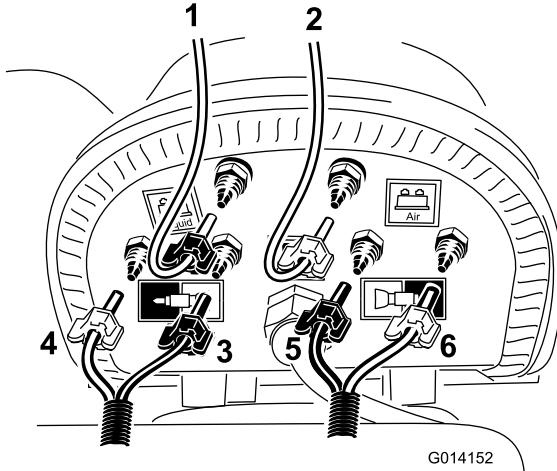

Рисунок 22
**Примечание:** Установите прозрачную трубку на **синий** или «жидкостный» штуцер компрессора, как показано на Рисунок 22. Закрепите обе трубы синими хомутами. Чтобы обеспечить необходимую для бака длину трубок, потребуется срезать еще часть оболочки шланга.
- Найдите короткий, предварительно отрезанный, контурный шланг и установите прозрачную трубку на оставшийся свободный штуцер на черной крылке бака, как показано на Рисунок 22.
- Найдите пенный шланг, проложенный к левой стреле, и подсоедините его синюю и прозрачную трубки к штуцерам, как показано на (Рисунок 22).
прозрачную трубки к штуцерам, как показано на (Рисунок 22).